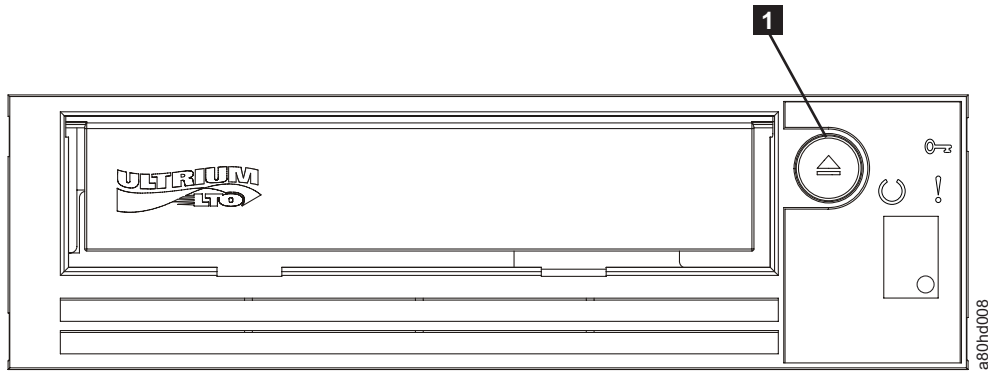

Figura 17. Cómo restablecer la unidad
La unidad se puede restablecer sin tener que apagar el sistema ni la unidad. Esto puede ser necesario si la unidad deja de responder. Si desea restablecerla, pulse y mantenga pulsado el botón de expulsión en el panel frontal de la unidad de cintas durante 10 segundos (Figura 17 en la página 20). La unidad provoca un volcado de los datos técnicos imprescindibles en la memoria de la unidad y sobrescribe el volcado existente. A continuación, la unidad se reinicia para permitir que se establezca la comunicación.
2. Pulse el botón de expulsión (consulte **1** en la Figura 17 en la página 20). La unidad rebobinará la cinta y expulsará el cartucho. El LED de Lista/Actividad parpadea en verde mientras la cinta se rebobina y, a continuación, se apaga antes de que el cartucho se haya expulsado.